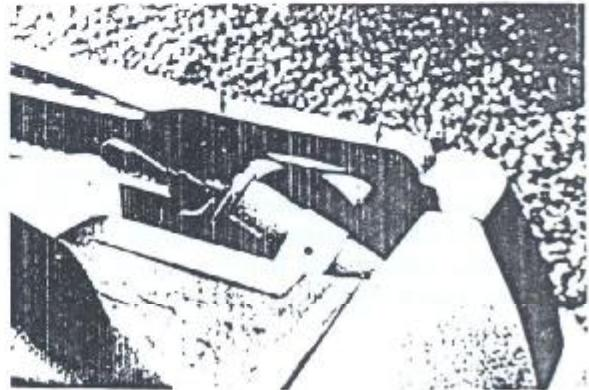

Figura 9.43.7 - Porcas da fixação do conjunto do farol
2. Remover as porcas dos parafusos de fixação e ajuste dos faróis e remover os parafusos, arruelas e molas (Figura 9.43.7).
6. Posicionar os parafusos, molas, arruelas e porcas de fixação do conjunto do farol (Figura 9.43.7).